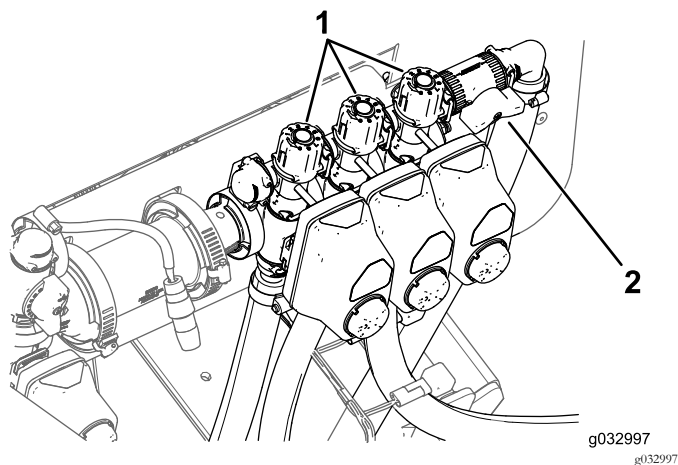

Рисунок 129
9. Выключите левую стрелу и с помощью регулировочной ручки перепуска стрелы (Рисунок 129) установите давление на прежний уровень.
11. С помощью регулировочной ручки перепуска правой стрелы (Рисунок 129) установите давление на прежний уровень.
13. С помощью ручки перепуска средней секции стрелы (Рисунок 129) установите давление на прежний уровень.